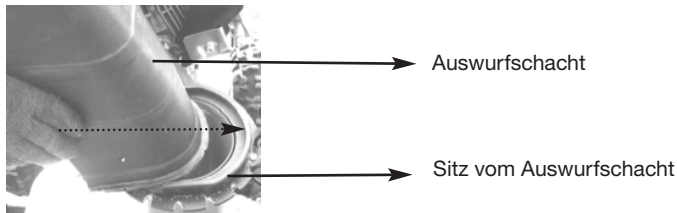

Abb. 9
2. Drücken Sie den Auswurfschacht in den dafür vorgesehenen Sitz siehe Abb. 9